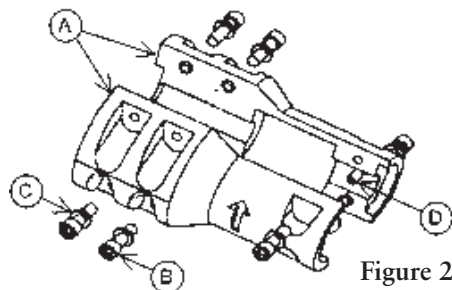

Figure 25 — Accouplement
3. Déposer les deux (2) carters d'accouplement.
5. Désassembler l'accouplement : enlever les six (6) vis d'assemblage à 6 pans creux et rondelles de blocage ainsi que la goupille de positionnement de l'arbre (fig. 25). Conserver vis, rondelles et goupille pour le remontage.